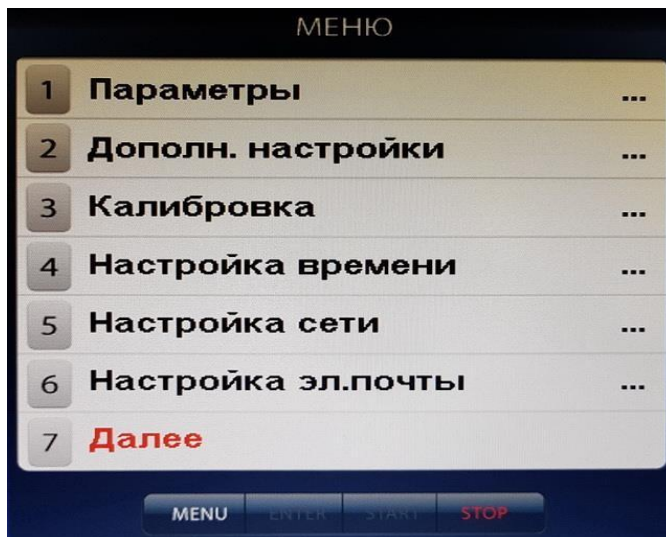
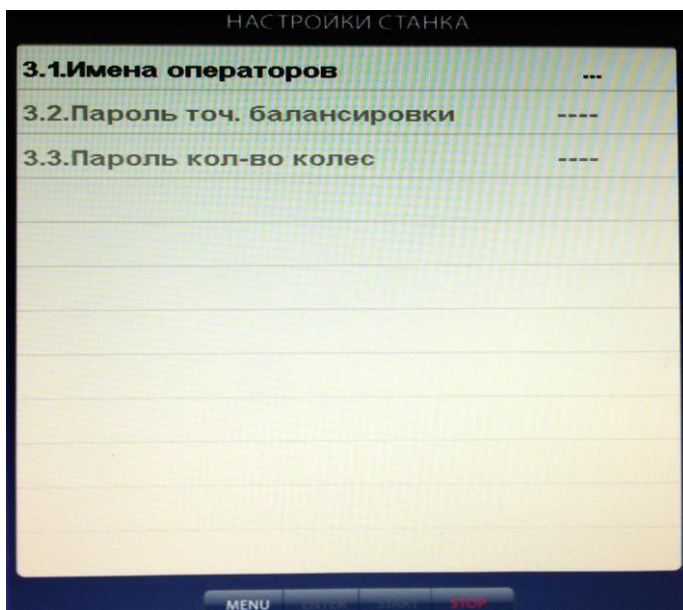
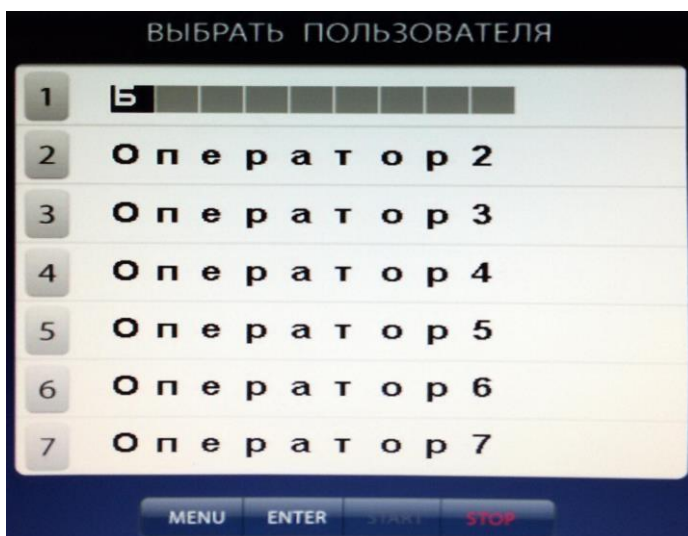

Рис.17.1
Рис. 17.2.
Рис. 17.3.
17.2.1. Нажмите кнопку «MENU». На экране появится окно MENU, нажмите кнопку 7 «Далее» на экране появится окно второй страницы MENU (рис.17.1). Выберите «Дополн. настройки», нажав кнопку 2, на экране откроется окно «Настройки станка» (рис.17.2). Нажмите кнопку 1 «Имена операторов» на экране откроется окно «Выбрать пользователя» со списком операторов, (рис.17.3).
17.3.1. Нажмите кнопку «MENU». На экране появится окно MENU, нажмите кнопку 1 «Выбрать пользователя» на экране появится окно «Выбрать пользователя» со списком задействованных операторов (рис.17.3).